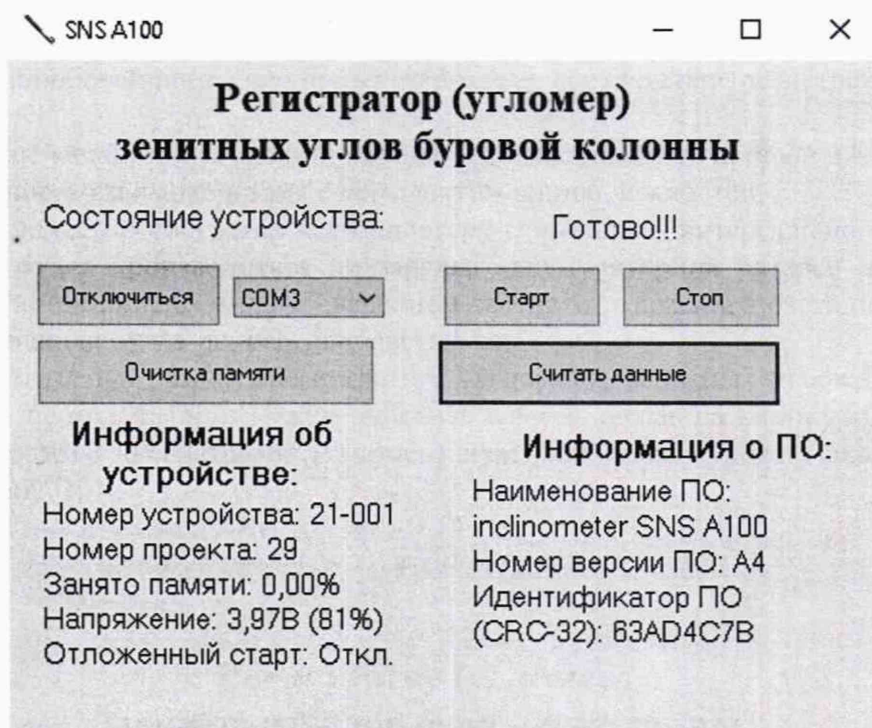

Рисунок 1 - Интерфейс программы «Inclinometer/ SNSA100»
7.2.3 Запустить программу «Регистратор (угломер) зенитных углов буровой колонны SNS A100». При необходимости нужно очистить память, нажав на кнопку «Очистка памяти». Интерфейс программы «Регистратор (угломер) зенитных углов буровой колонны SNS A100» представлен на рис. 1.